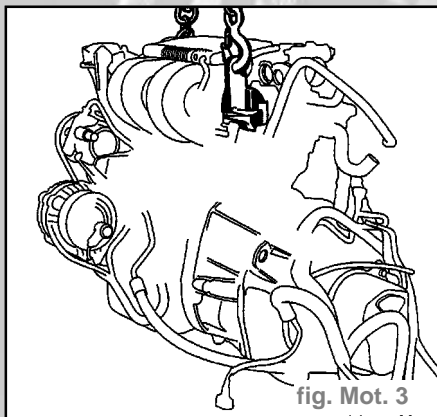

fig. Mot. 3
- Mettre en place le positionneur de charge sur les anneaux de levage du moteur (fig. Mot. 3)